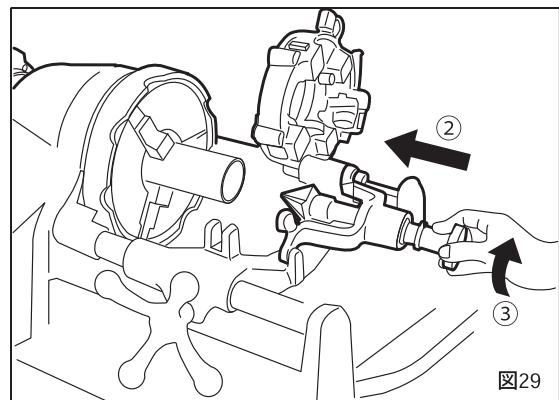

図29
12. 面取り (図29、30)
- ①使用しないダイヘッドとカッタをおこしてください。
- ②リーマをたおして、往復台にセットしてからリーマ握りを押して図29のようにリーマを突きだします。
- ③握りを反時計方向に回してホルダーにセットします。（図29）